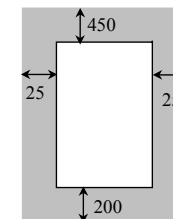

Fig. 5.1 All dimension in mm
- To allow maintenance procedures it is necessary to leave the minimum gaps indicated in Fig. 5.1.
- для выполнения профилактических работ следует придерживаться минимальных размеров доступа, как показано на Fig. 5.1